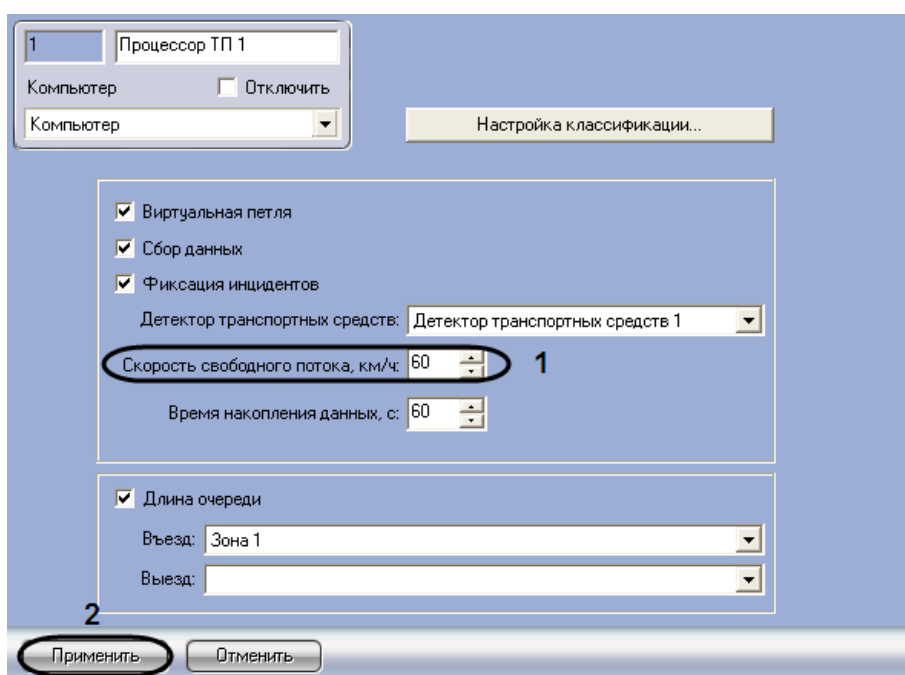

Рис. 7.6-11. Задание скорости свободного потока
- Перейти на панель настройки объекта «Процессор ТП» (см. Рис. 7.6-11)
- В поле со списком «Скорость свободного потока, км/ч» ввести скорость в километрах в час свободного транспортного потока в зоне детектирования (см. Рис. 7.6-11, 1)
- Для сохранения внесенных изменений нажать кнопку «Применить» (см. Рис. 7.6-11, 2)